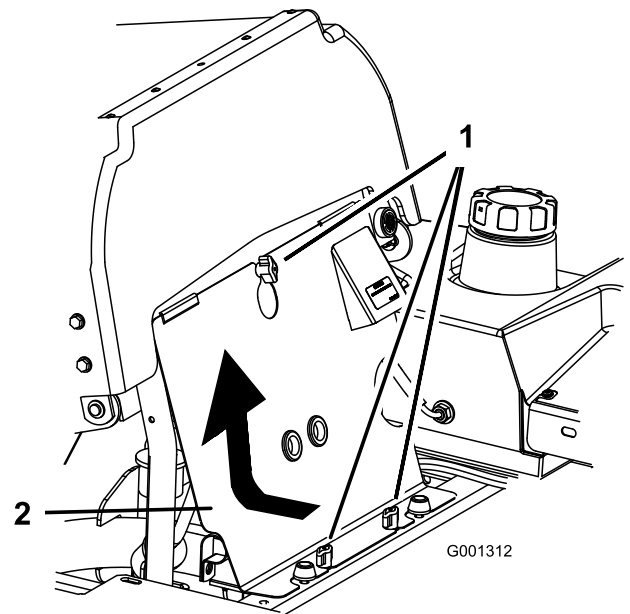

Bild 91
- Lösen Sie die Handräder an der vorderen Motorverkleidung und nehmen Sie die Verkleidung ab (Bild 91).